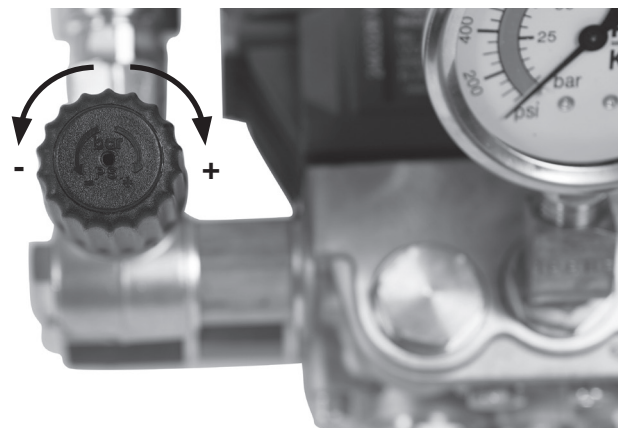

Figura 4 – Ajuste de la válvula descargadora
2. Con la máquina KJ-1750, ajuste la válvula descargadora para que el manómetro indique una presión de 1750 PSI (zona verde). A esta presión, el consumo de corriente de la limpiadora KJ-1750 es de aproximadamente 14 amperios cuando la máquina funciona con corriente CA de 120 V (Figura 4).